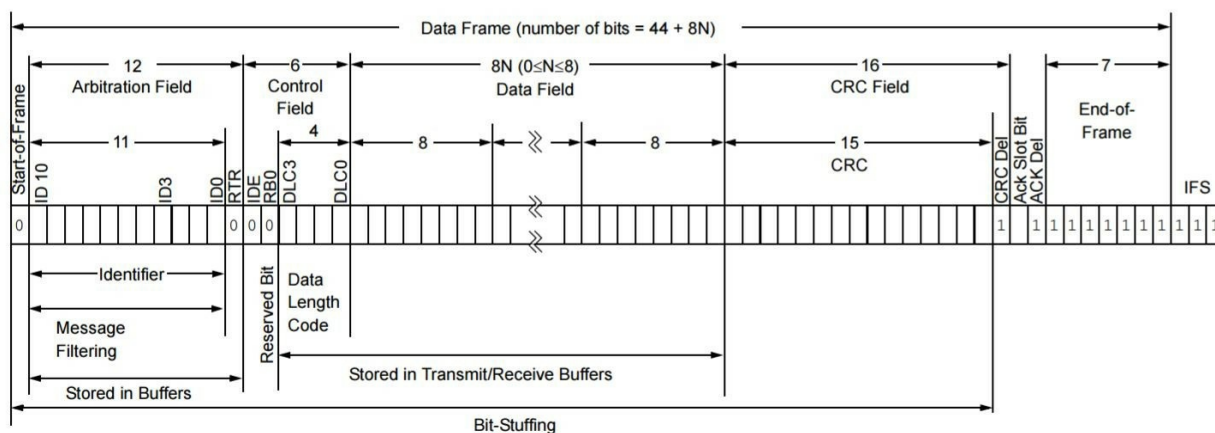

Figura 3. CAN Standar Data Frame.
- **Data Frame:** Frame básico de transmisión de datos. Contiene un campo de identificación de 11 o 29 bits (standar o extended), campos de identificación de errores de transmisión y un máximo de 8 bytes de información. Figura 3.